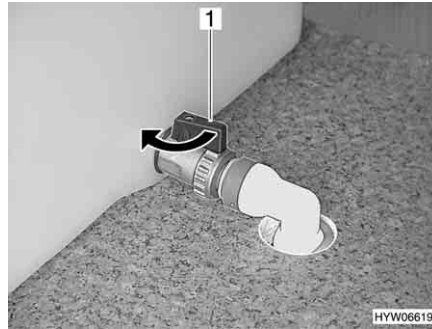

Fig. 201 Serbatoio dell'acqua, rubinetto di scarico acqua
- Chiudere il rubinetto di scarico acqua del serbatoio dell'acqua. Ruotare la leva (Fig. 201,1) nella direzione della freccia.